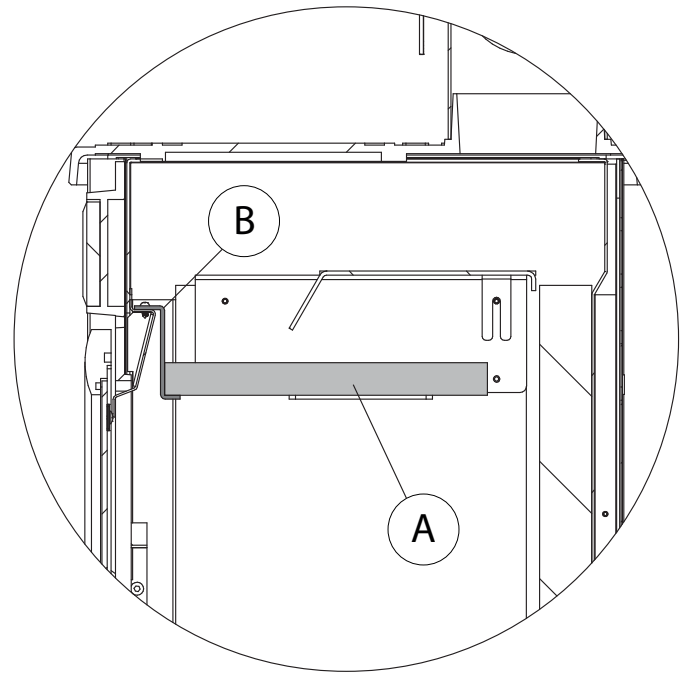

Fig. 6.2c
- verificar que el refractario interno (**A**) colocado en la parte superior de la cámara de combustión esté completamente en contacto con el soporte (**B**) (**Fig. 6.2c**);